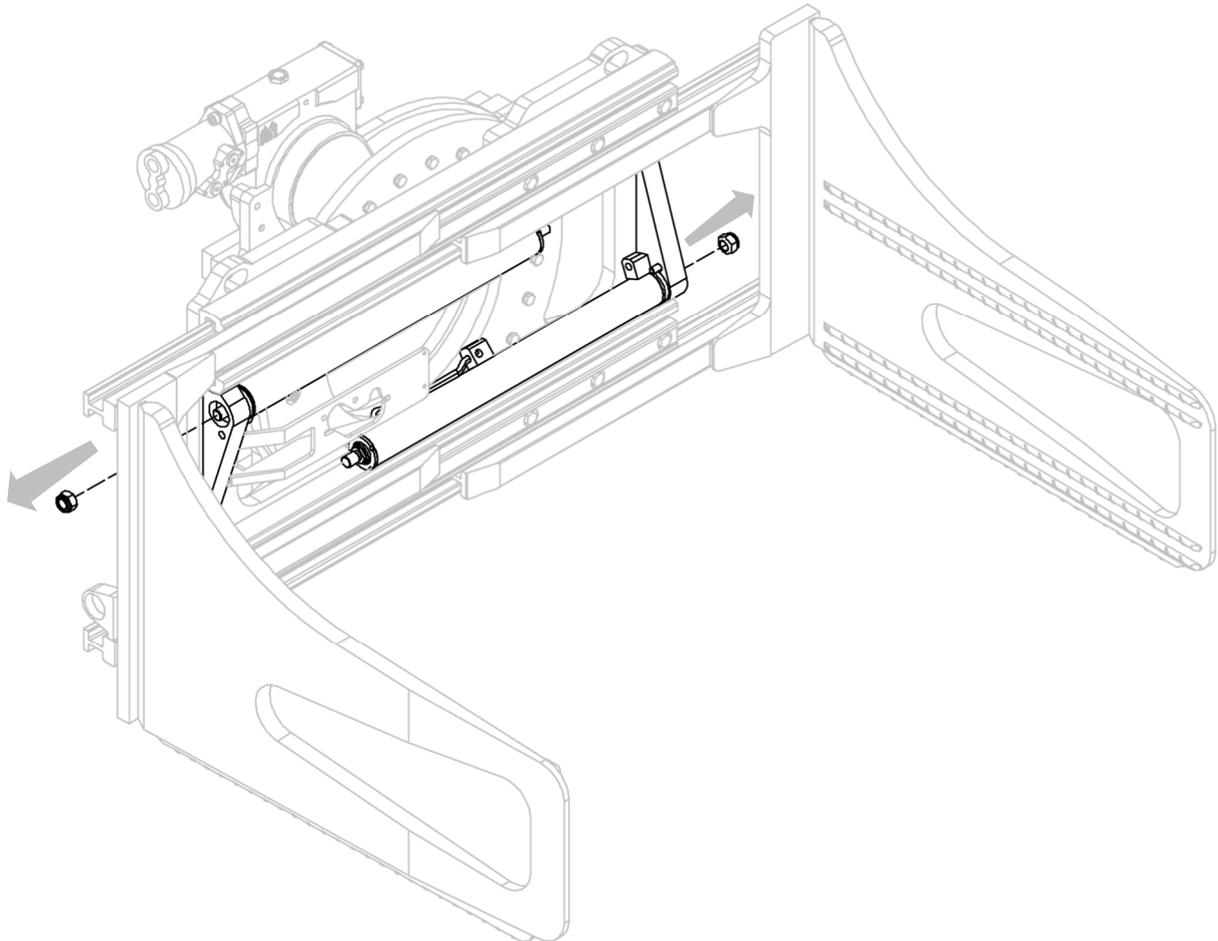

Abbildung 29
- Entfernen Sie nacheinander die Muttern, die die Zylinder an der Struktur des Geräts befestigen, und entfernen Sie die Zylinder selbst, wobei Sie darauf achten, sie nicht zu beschädigen (siehe *Abbildung 29*).